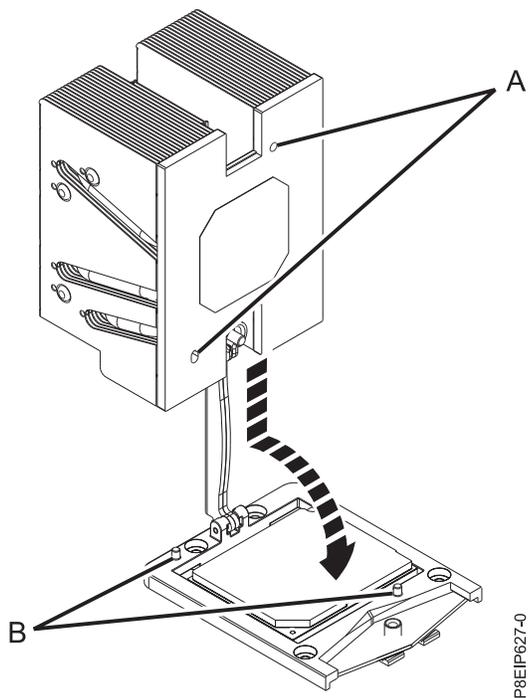

Figura 84. Instalando o dissipador de calor
sistema, passando o braço de carregamento através do dissipador de calor. Assegure-se de que os furos no dissipador de calor (A) estejam alinhados com os pinos guia (B) no soquete, conforme mostrado na Figura 84.